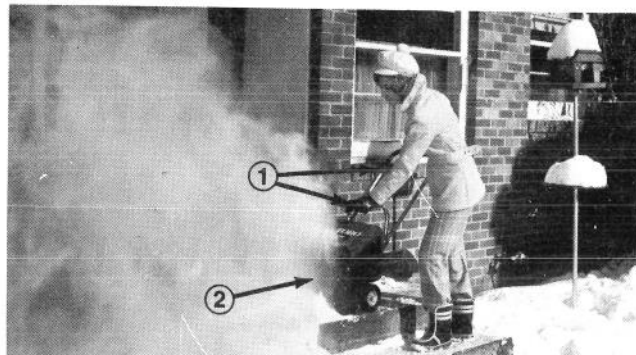

Figure 10
5. Pour déneiger les escaliers ou pour enlever les bancs de neige épais, tenez la déneigeuse par les mancherons du haut et du bas et procédez avec un mouvement de balayage d'un côté à l'autre (Figure 10).